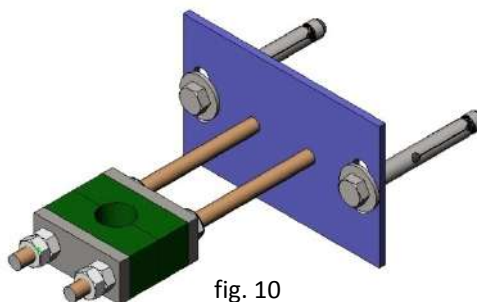

fig. 10
- Un support-guide de tige (fig. 10) est recommandé tous les 1,5m.